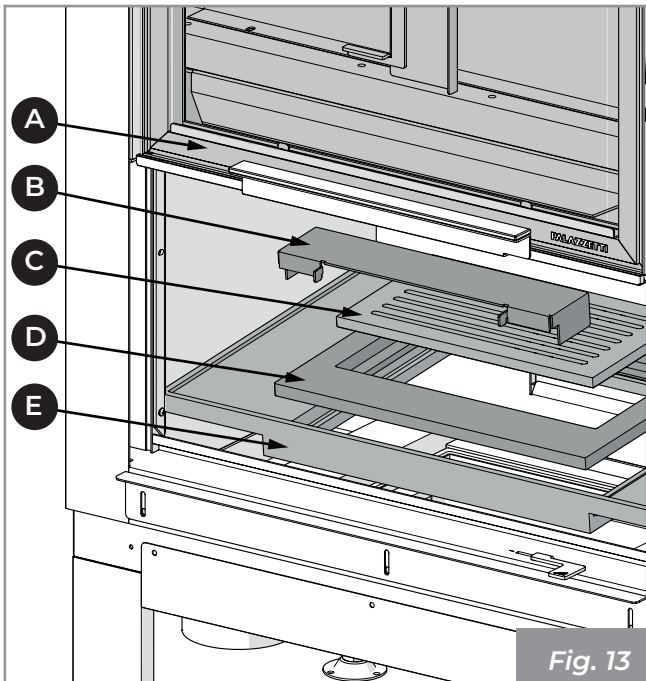

Fig. 13
- 1) Aprire la porta (A) spingendola verso l'alto.
- 2) Sollevare ed estrarre il deflettore aria comburente (B), la griglia (C), il supporto griglia (D) e il braciere (E) facendo attenzione a non danneggiare i refrattari (Fig. 13).